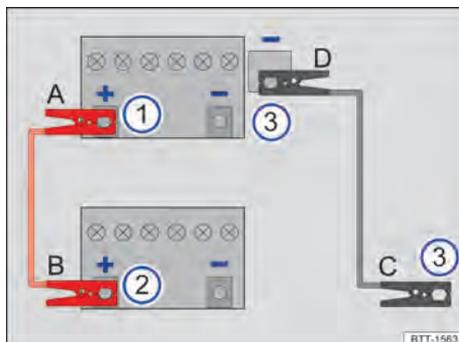
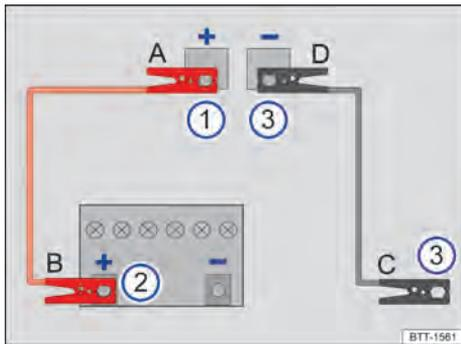

Fig. 223 Esquema para la conexión de los cables de arranque (batería de 12 voltios en el vano motor).
Fig. 224 Esquema para conectar los cables de arranque en el caso del vehículo que suministra la corriente (batería de 12 voltios en el maletero).
Leyenda de la fig. 223 y fig. 224:
Conecte los cables de arranque únicamente en el orden **A - B - C - D** → fig. 223.
- Conecte un extremo del cable de arranque *rojo* al polo positivo (+) del vehículo con la batería de 12 voltios descargada → fig. 223 ① → ▲.
- Conecte el otro extremo del cable de arranque *rojo* al polo positivo (+) del vehículo que suministra la corriente → fig. 223 ②.
- Conecte un extremo del cable de arranque *negro* preferentemente a una toma para la ayuda de arranque (terminal de masa) del vehículo que suministra la corriente; de lo contrario, al bloque motor o a una pieza maciza de metal atornillada fijamente al bloque motor de este vehículo → fig. 223 ③.
- Conecte el otro extremo del cable de arranque *negro* → fig. 223 ③ preferentemente a la toma para la ayuda de arranque (terminal de masa) del vehículo con la batería de 12 voltios descargada; de lo contrario, al bloque motor o a una pieza maciza de metal atornillada fijamente al bloque motor de este vehículo → ▲.
Conecte los cables de arranque únicamente en el orden **A - B - C - D** → fig. 224.
- Conecte un extremo del cable de arranque *rojo* a la toma para la ayuda de arranque (polo positivo) (+) del vehículo con la batería de 12 voltios descargada → fig. 224 ① → ▲.
- Conecte el otro extremo del cable de arranque *rojo* al polo positivo (+) del vehículo que suministra la corriente → fig. 224 ②.
- Conecte un extremo del cable de arranque *negro* → fig. 224 ③ preferentemente a una toma para la ayuda de arranque (terminal de masa) del vehículo con la batería de 12 voltios que suministra la corriente; de lo contrario, al bloque motor o a una pieza de metal maciza atornillada fijamente al bloque motor de este vehículo.
- Conecte el otro extremo del cable de arranque *negro* → fig. 224 ③ preferentemente a la toma para la ayuda de arranque (terminal de masa) del vehículo con la batería de 12 voltios descargada; de lo contrario, al bloque motor o a una pieza maciza de metal atornillada fijamente al bloque motor de este vehículo → ⚠.
- Desconecte los cables de arranque únicamente en el orden **D – C – B – A** fig. 223 o → fig. 224 con los motores en marcha.